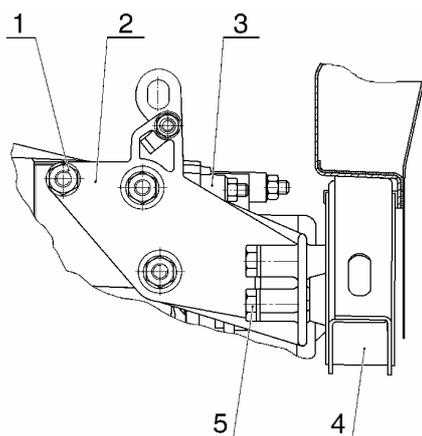

Рис. 2. Левая опора подвески двигателя автомобиля ВАЗ-11183:
2.1.26 Отвернуть три гайки 1, рис. 2, крепления кронштейна 2 левой опоры подвески двигателя к КП и снять кронштейн с левой опорой 4 в сборе (головка сменная 17, вороток и удлинитель).